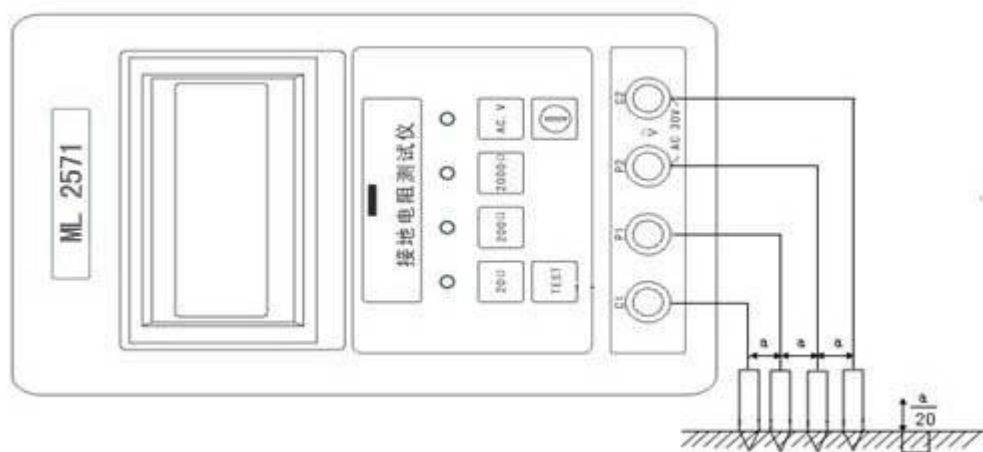

图 3
4.4 土壤电阻率的测量(见图 3)
在被测区沿直线插入地下 4 根金属棒，彼此相距为“a”厘米，棒的埋入深度不宜超过距离“a”的 1/20，按图 3 所示连接方式用 4 根测试线将 4 根探棒与 C₁、P₁、P₂、C₂ 四个测试孔相连，选择适当量程，按一下测试按钮 TEST，电流指示灯绿色变为红色，显示屏上显示电阻欧姆值，被测区的土壤电阻率用下式计算